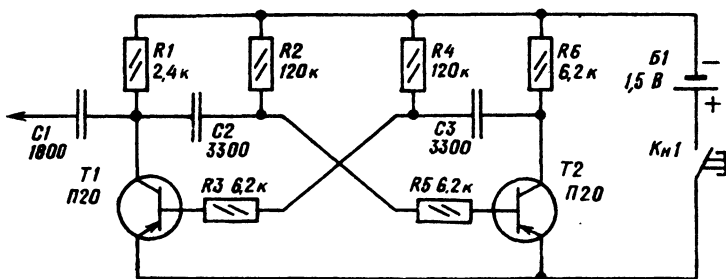

Рис. 71. Щуп-генератор радиолюбительский
3. *Щуп-генератор радиолюбительский* предназначен для проверки исправности высокочастотных и низкочастотных радиотехнических цепей бытовой аппаратуры (радиоприемники, телевизоры, магнитофоны). Принципиальная схема щупа изображена на рис. 71. Представляет собой мультивибратор, собранный на транзисторах  $T1, T2$ . Снимаемый сигнал прямоугольной формы, частота колебаний порядка 1000 Гц, амплитуда импульсов не менее 0,5 В. Щуп-генератор собран в пластмассовом корпусе, длина щупа вместе с иглой 166 мм, диаметр корпуса 18 мм.